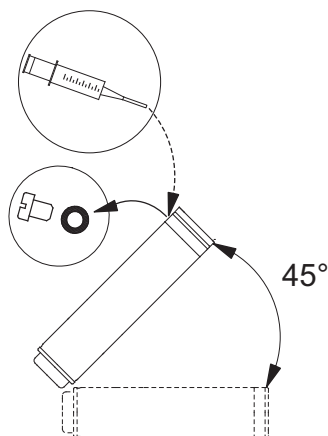

Fig. 3 Posizione del motore durante il riempimento – MS6 e MS 6000
- Se il motore viene fornito come componente separato, è necessario controllare il livello del liquido prima di effettuare il collegamento con la parte idraulica, vedere fig. 3.
- Durante le manutenzioni, in ogni caso, controllare il livello del liquido, vedere fig. 3.
Procedura di riempimento (vedere fig. 3):
3. Con la siringa (fig. 3) iniettare il liquido fino a farlo fuoriuscire dal foro di riempimento.